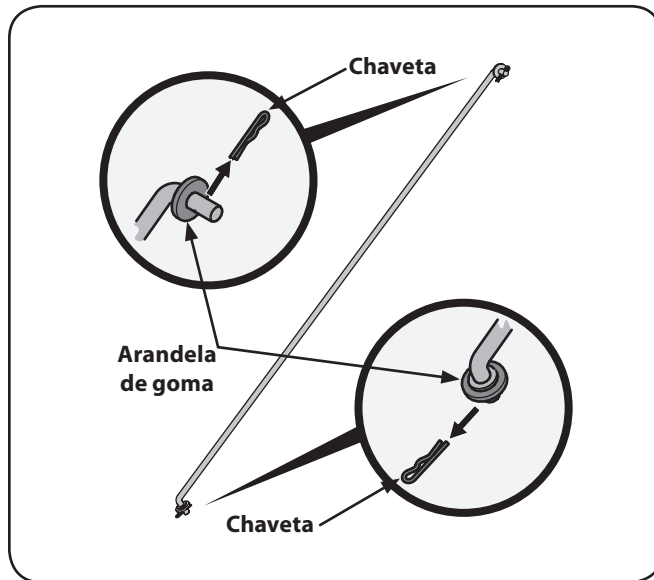

Figura 1-6
3. Quite las chavetas de la barra de control, deje las arandelas de goma en la barra de control. Vea Figura 1-6.